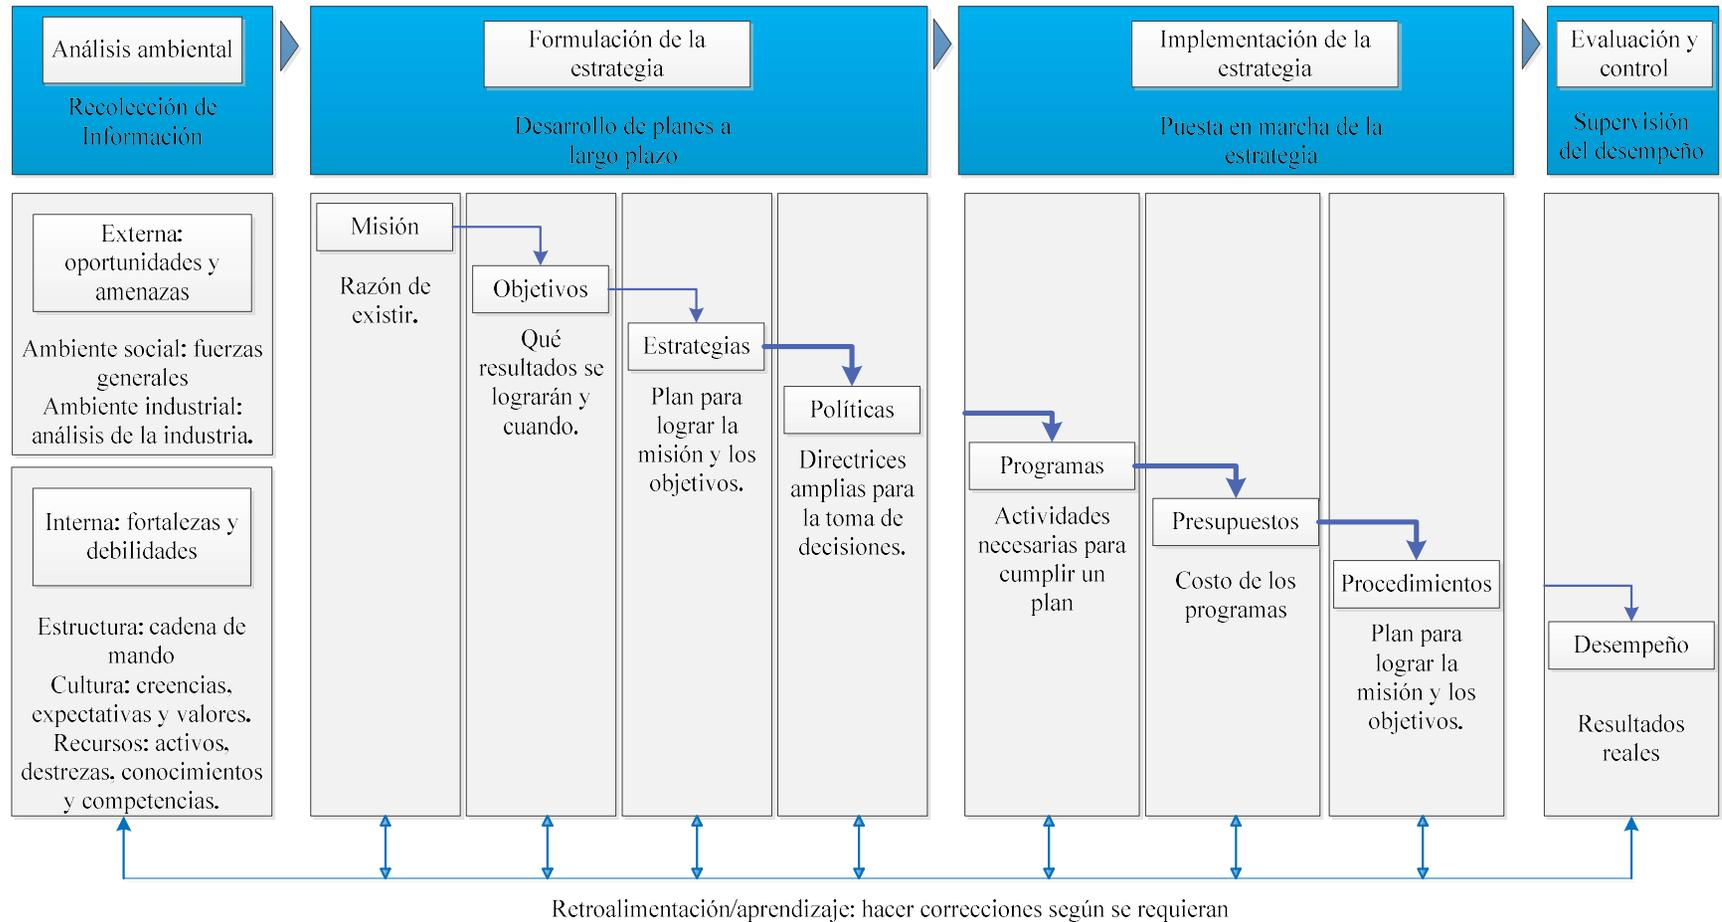

Figura 2: Modelo de la gestión estratégica
- **El ciclo PHVA:** permite a una organización asegurarse de que sus procesos cuenten con recursos y se gestionen adecuadamente, y que las oportunidades de mejora se determinen y se actúe en consecuencia. Este puede aplicarse a todos los procesos y al sistema de gestión de la calidad como un todo. La Figura 2 ilustra cómo los Capítulos 4 a 10 pueden agruparse en relación con el ciclo PHVA.